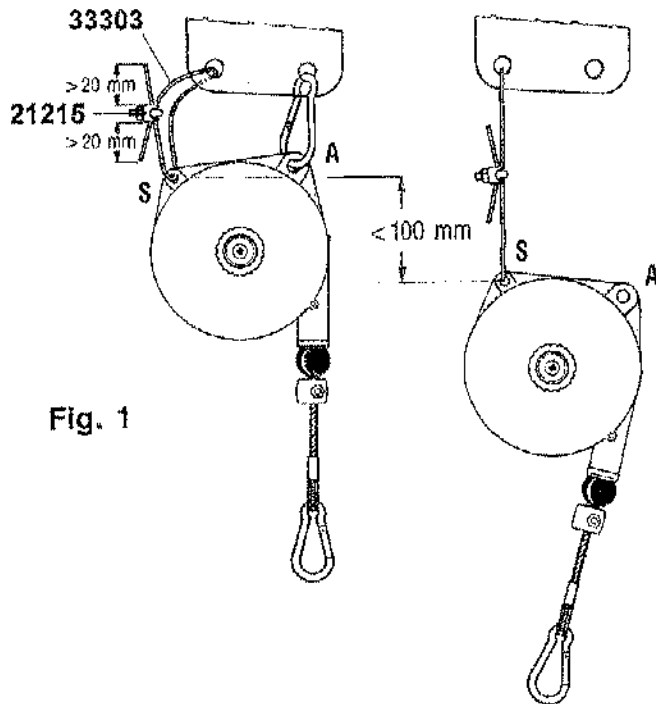

Fig. 1
The balancer must be visually inspected on a regular basis (e.g. once at each work shift). Specifically, check the state of the suspensions (A) and (S) (Fig.1), the fixing screws and self-locking systems (if used), and the condition of the hooks and cable.
**Replace the cable (10) EVERY YEAR and if abrasions are present, always with exclusive use of TECNA original spare parts.**
⚠ Fije siempre la suspensión de seguridad (S) a un soporte adecuadamente dimensionado utilizando exclusivamente los accesorios suministrados (Fig.1). El soporte de seguridad NO DEBE SER el mismo usado para la suspensión principal (A) (Fig.1). La máxima caída en caso de rotura de la suspensión principal no debe superar los 100 mm. Apriete las tuercas de las abrazaderas 21215 (Fig.1) con un par de torsión de 2 Nm.
El equilibrador debe ser sometido periódicamente a inspección visual (por ejemplo, una vez por cada turno de trabajo), en particular para verificar el estado de las suspensiones (A) y (S) (Fig.1), los tornillos de fijación y los sistemas autoblocantes (si se usan), así como las condiciones de los ganchos y del cable.
**Sustituir el cable (10): CADA AÑO y si tiene abrasiones utilice sólo repuestos TECNA.**